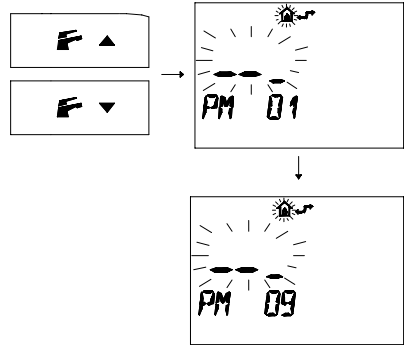

fig. 9.17
- 3 Premere i pulsanti o per visualizzare la programmazione "**PM 09**" *modo spazzacamino* (fig. 9.17)